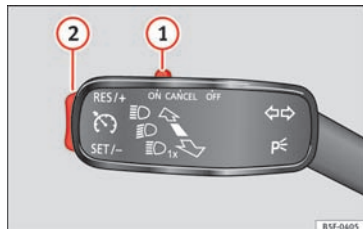

Fig. 182 Blink- og fjernlysarm: kontakt og vippeknop til fartpilot
- Skub kontakten »» **Fig. 182** ① mod venstre til position **ON**.
- Tryk én gang et kort øjeblik på den nederste del af vippeknappen **SET** »» **Fig. 182** ②, når den hastighed, der skal gemmes, er nået.
- Tryk på den øverste del af vippeknappen **RES+** »» **Fig. 182** ② for at øge hastigheden.
- Tryk på den nederste del af vippeknappen **SET** »» **Fig. 182** ② for at reducere hastigheden. Så længe du holder vippeknappen inde, reducerer bilen hastigheden automatisk. Når du slipper vippeknappen, bliver den nye hastighed gemt.
Når du reducerer den gemte hastighed ved at træde på bremsepedalen, bliver fartpiloten deaktiveret. Ved at trykke en enkelt gang på den øverste del af vippeknappen **RES+** »» **Fig. 182** ② kan du aktivere reguleringen igen.
- du trykker kontakten ① mod **OFF**, uden at den går i hak.
Hvis du vil aktivere fartpiloten igen, skal du slippe bremse- eller koblingspedalen eller reducere bilens hastighed til under 180 km/h (112 mph) og trykke én gang på den øverste del af vippeknappen **RES+** » **Fig. 182 ②**.
Fartpiloten kan **deaktiveres helt** ved at skubbe kontakten » **Fig. 182 ①** helt mod højre (så den går i hak i positionen **OFF**) eller ved at afbryde tændingen, mens bilen holder stille.